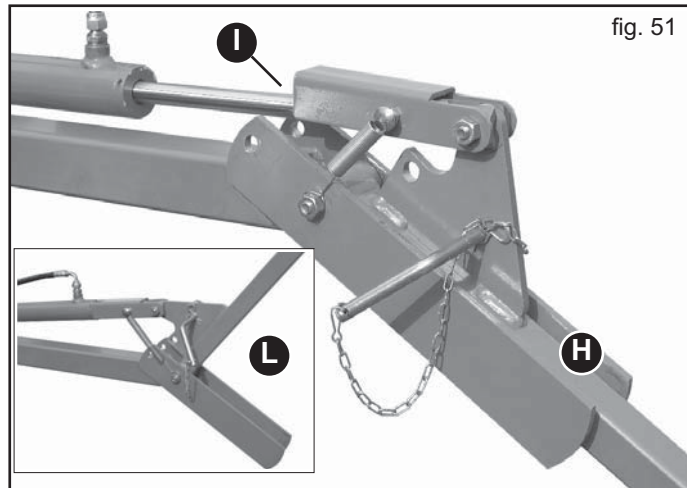

fig. 51
- 3) Azionare l'impianto oleodinamico portando i bracci dell'erpice a fine corsa (H, Fig. 51).
- 5) Assicurarsi che la staffa di fermo sia ben posizionata lungo lo stelo del cilindro (I, Fig. 51).
Quest'ultima operazione permette, durante le fasi di svolta in capezania o di qualsiasi altra manovra con macchina sollevata da terra, di alzare parzialmente l'erpice copriseme (L, Fig. 51) e di posizionarlo correttamente durante il successivo l'abbassamento della seminatrice.